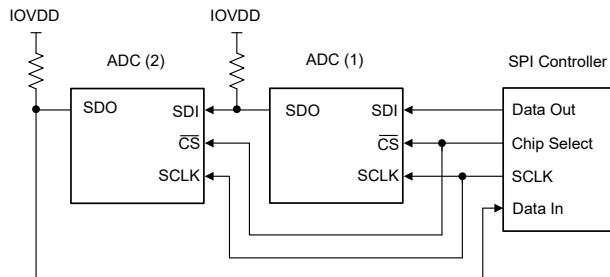
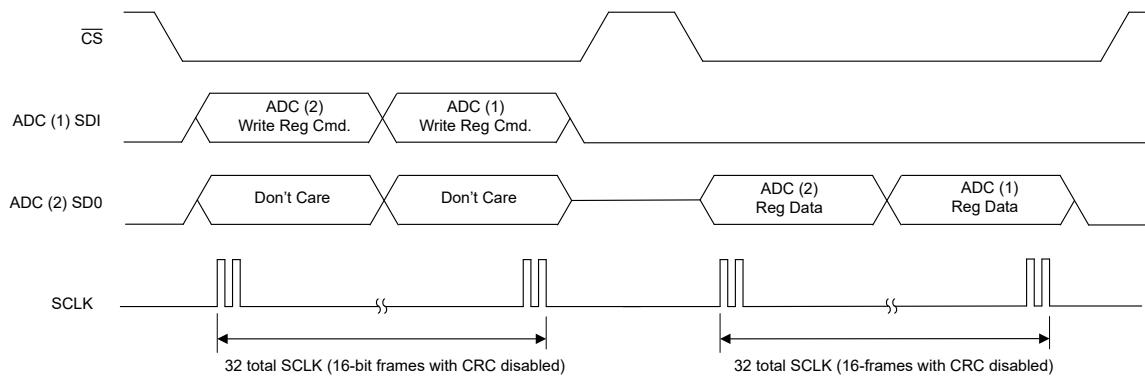

図 7-50. SPI デイジー チェーン
図 7-51. SPI デイジー チェーンレジスタの書き込みデータ形式
図 7-50 に、2 つのデバイスのデイジー チェーン接続を示します。また、図 7-51 に各デバイスのレジスタ書き込みコマンドのデータ フォーマットを示します。コントローラのデータ出力ラインは、ADC (1) SDI および ADC (2) SDO に接続され、コントローラのデータ入力ラインに接続されます。ADC (1) の入力データは SDO 上でシフト アウトされ、ADC (2) の SDI を駆動します。シフト動作は、チェーン内の最後のデバイスに到達するまで続けられます。CS が high になると、SPI フレームは終了します。この時点で、各デバイスにシフトインされたデータが解釈されます。2 番目のフレームでは、ADC (2) SDO ピンを使用して両方のデバイスからレジスタ データがシフト アウトされます。